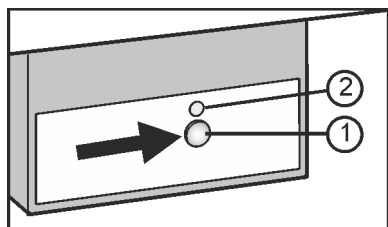

Fig. 13
- ▶ Pulse la tecla On/Off Fig. 13 (1) hasta que el LED Fig. 13 (2) se ilumine.